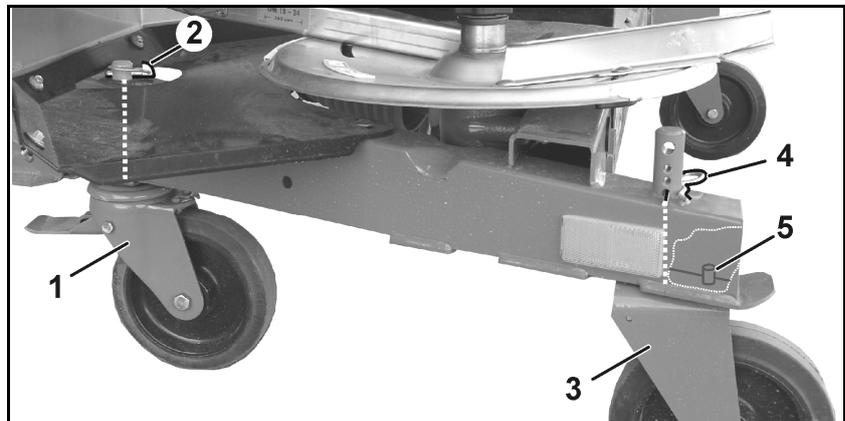

Fig. 39
5. Rulli di frenatura orientabili (Fig. 39/1) anteriori:
- o montare e bloccare con la spina d'arresto (Fig. 39/2), oppure
6. Rulli rigidi posteriori (Fig. 39/3)
- o montare e bloccare con la spina d'arresto (Fig. 39/4) nei fori di bloccaggio più in basso, oppure
Durante il montaggio dei rulli rigidi, accertarsi che il perno (Fig. 39/5) innesti attraverso il foro del telaio, mantenendo così i rulli in direzione longitudinale.